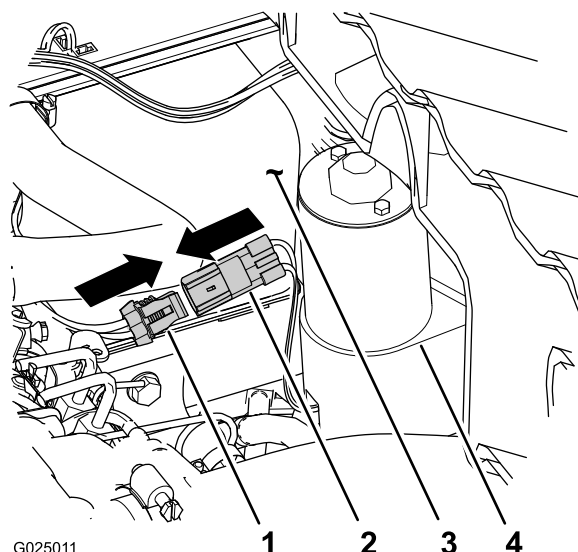

Figura 10
3. Conectai conectorul electric cu 2 intrări al cablului din spate al mainii la conectorul electric cu 2 pini al dispozitivului de acionare ridicare (Figura 10).